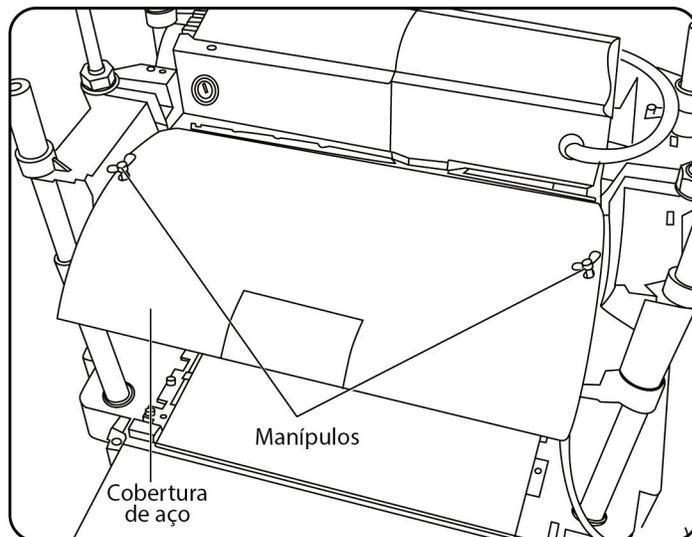

Fig.16
- A máquina é montada com uma tampa de aço, que é fixada por 2 porcas (Fig. 16 e 17).